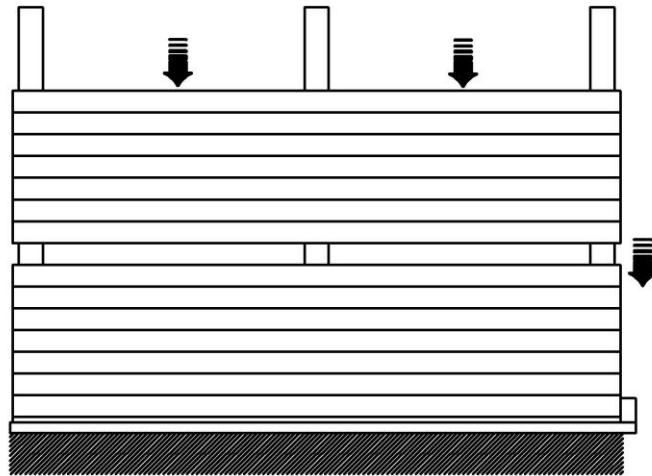
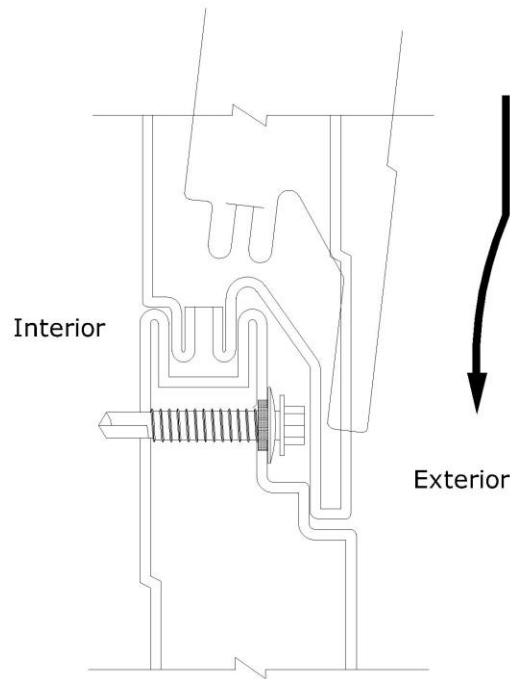

Fig. 18
Fig. 19
**4.4.8** Para un correcto y fácil montaje, el 2º panel tiene que ser instalado por lo alto (Fig. 18) al panel ya fijado, insertándolo en el machihembra con una pequeña inclinación desde el exterior. (Fig.19)